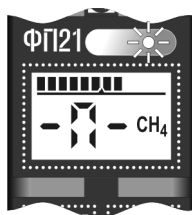

Рисунок 9.5
9.6 При превышении концентрацией контролируемого газа верхней границы диапазона показаний на индикаторе отображается символ "-П-" (рисунок 9.5), включаются постоянные звуковая и световая сигнализации.